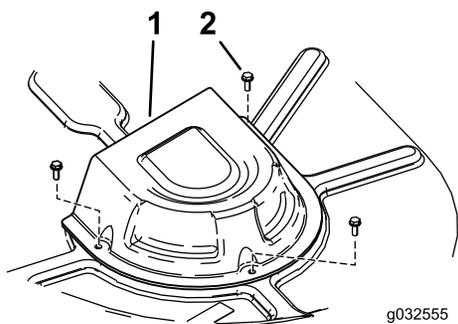

図 59
4. プーリカバーを取り外す **図 59**。
8. プーリカバーを取り外す 図 59。